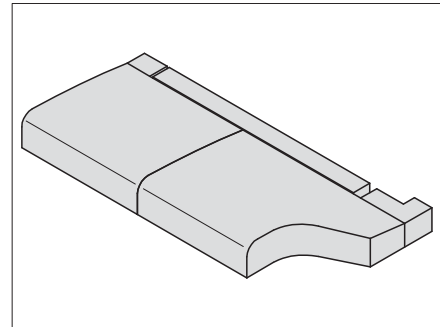
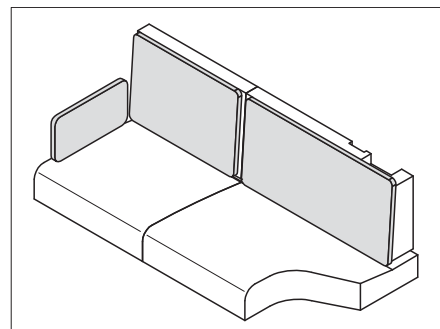

Fig. 185 Positionner les supports de siège
Fig. 187 Coussins pour supports de dossier
- Placer les coussins d'assise, de dossier et supplémentaire comme montré dans Fig. 185 à Fig. 187.